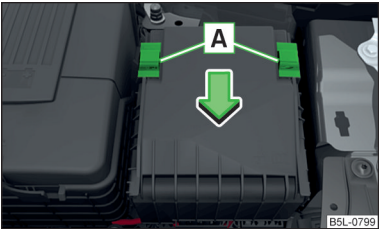

Fig. 195
- Desplace el circlip **A** » fig. 195 en la dirección de la flecha. Detrás de los estribos aparecerá el símbolo **⚡**.